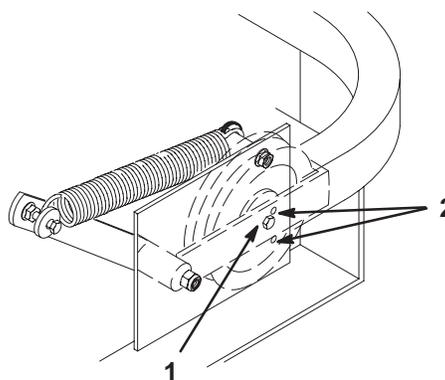

Figure 64
6. Vérifiez la tension de la courroie. Le boulon central de la poulie de tension rappelée par ressort doit se trouver entre les deux trous d'alignement de la plaque de support gauche (Fig. 64).
Note: Contrôlez la position du boulon central à la hauteur de coupe la plus basse. Le boulon central doit être au même niveau ou en dessous du trou d'alignement supérieur. Contrôlez la position du boulon central à la hauteur de coupe la plus haute. Le boulon central doit être au même niveau ou au-dessus du trou d'alignement inférieur (Fig. 64).
8. Vérifiez de nouveau la tension de la courroie. Le boulon central de la poulie de tension rappelée par ressort doit se trouver entre les deux trous d'alignement de la plaque de support gauche (Fig. 64). Réglez au besoin et serrez toute la visserie solidement.